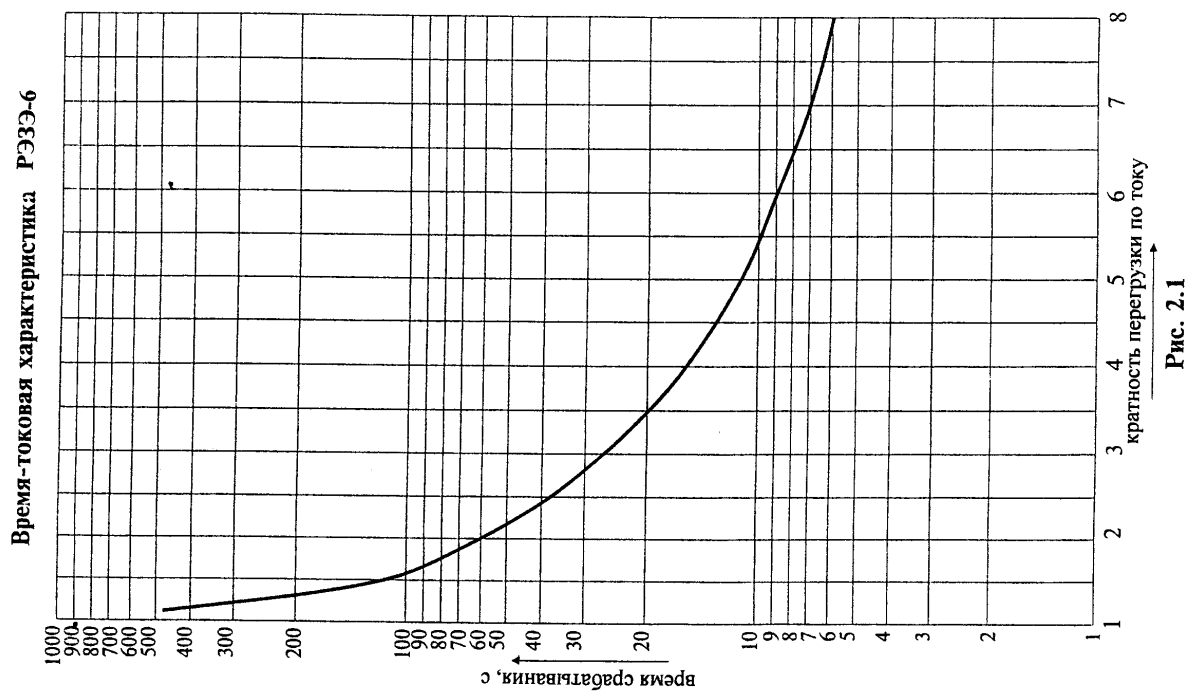

Рис. 2.1
3) время срабатывания, с: - при перегрузке двигателя по току	регулируется автоматически по защитной характеристике реле* (рис. 2.1); 1;